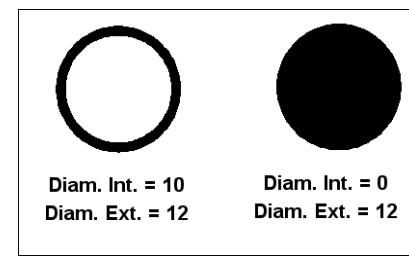

Fig.4.42
- 4 Pointer le(s) centre(s) du ou des anneaux ou appuyer sur Entrée pour quitter la commande (fig.4.42).